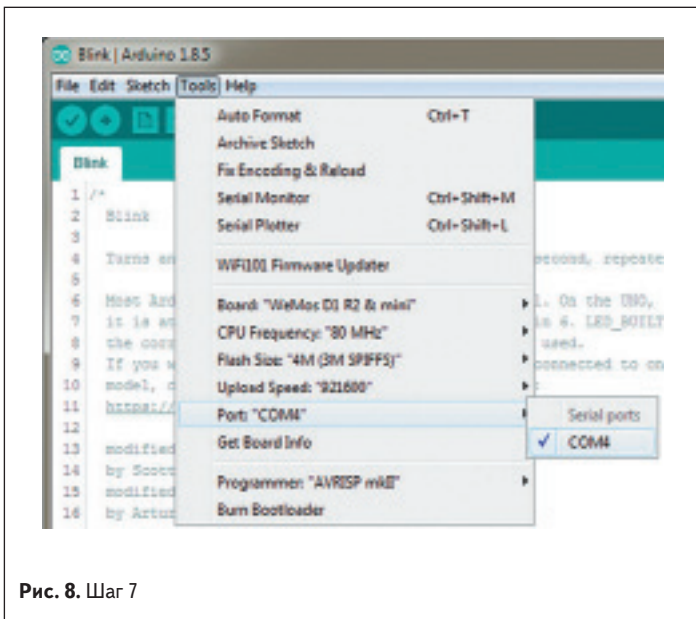

Рис. 8. Шаг 7
- После того как плата приобретена и подключена к компьютеру, установлены все необходимые драйверы (для преобразователя USB-UART), запустите Arduino IDE. На вкладке **Tools** → **Port:** ... → ... выберите COM-порт, к которому подключен ваш отладочный комплект (рис. 8).